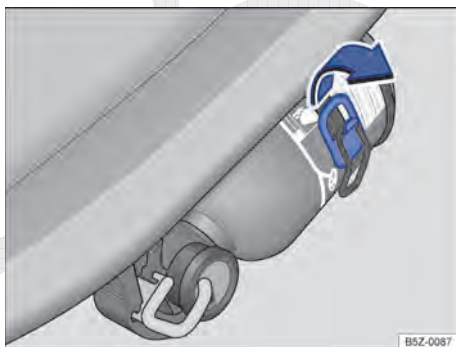

Fig. 151 No banco do passageiro dianteiro: extintor de incêndio.
- Soltar a abraçadeira de fixação, puxando-a para cima ⇒ Fig. 151 no sentido da seta.